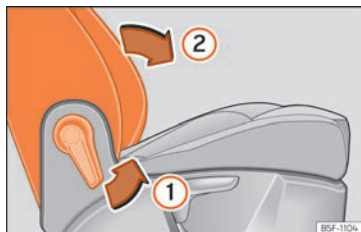

Abb. 132 Beifahrersitz: Hebel zum Vorklappen der Sitzlehne.
- Ziehen Sie den Hebel ① »» Abb. 132 und drücken Sie die Rückenlehne soweit nach vorn ② bis sie sich in horizontaler Stellung befindet.